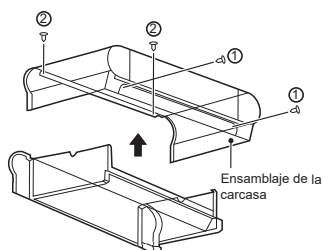

Figura 4-6 Extracción de carcasa
- Como se muestra en la Figura 4-6, retire los tornillos ① * 2 y ② * 2 y luego la carcasa.